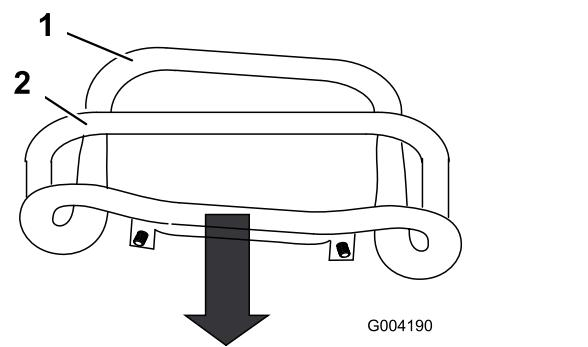

Bild 55
3. Ziehen Sie den Fahrantrieb gerade nach hinten, sodass die Vorderseite des Fahrantriebs den Anschlagbügel berührt (Bild 55).